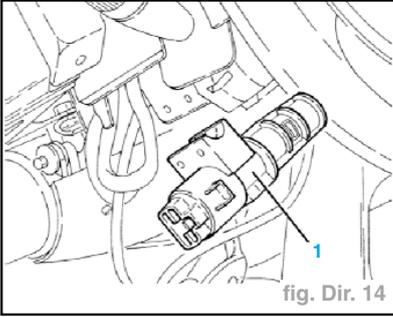

fig. Dir. 14
- Retirer le contacteur de démarrage complet (1) (fig. Dir. 14).